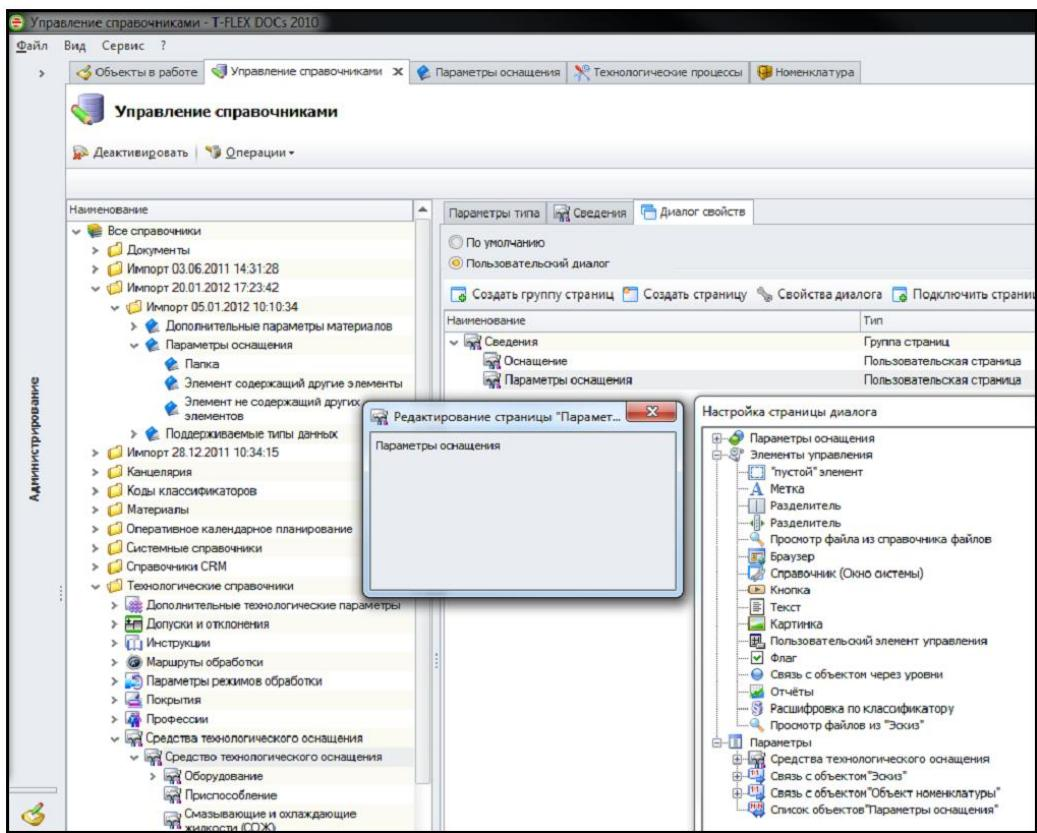

Рис. 104 Настройка диалога свойств справочника «Средства технологического оснащения»
2. Для «Средств технологического оснащения» настроим диалог «Параметры оснащения» (рис. 104).